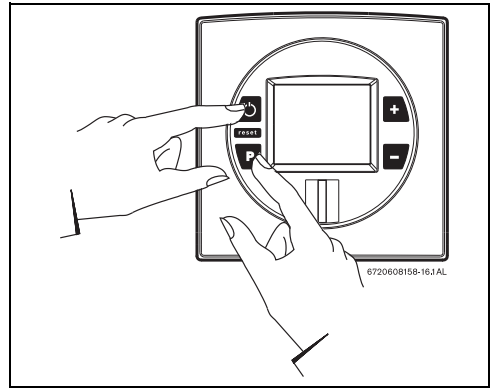

Fig. 41 Modo de ajuste del gas
- ▶ Mantener pulsada la tecla de programación y pulsar el interruptor principal ON/OFF para conectar el aparato (Fig. 41).